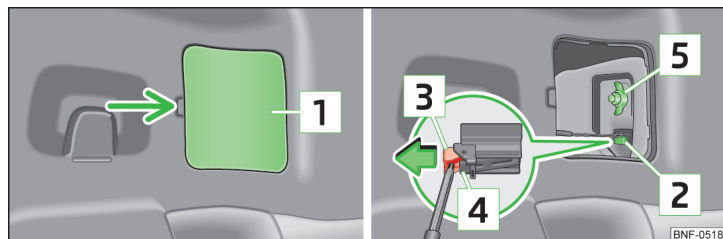

Fig. 135 Afmontering af baglygte
- Vip afdækningen [1] » Fig. 135 af i området ved pilen.
- Skru kunststofmøtrikken [5] » Fig. 135 på, og spænd den fast.